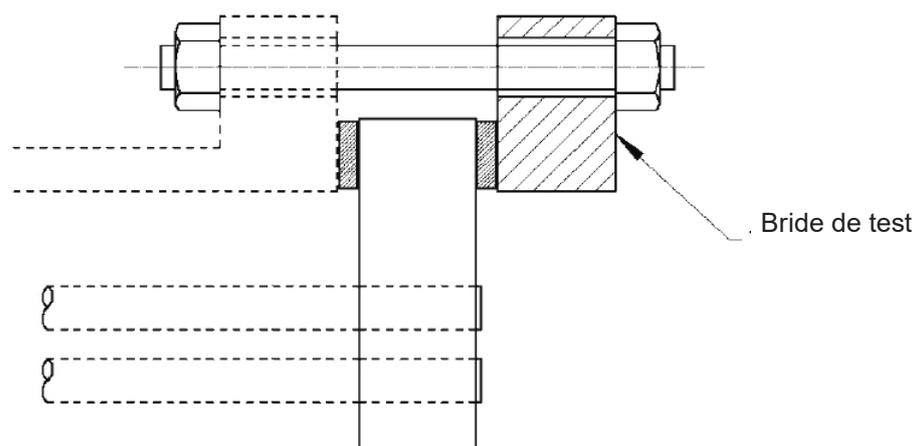

Fig. 10
- a. A l'aide des procédures déjà mentionnées pour le démontage de la tête frontale, retirer celle-ci et remplacez-la par une bride de test (voir figure 10) qui s'adapte à la bride du corps de la calandre. Remettre en place les écrous et les goujons.